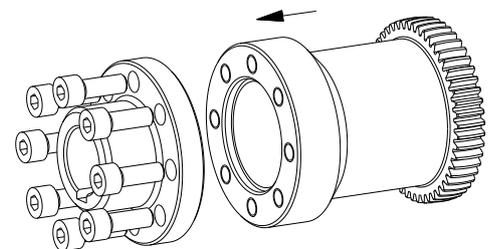

Bild 19: Montage der Nabe
- Setzen Sie die Nabe spez. (Bauteil 3) vor die ZW-Nabe (Bauteil 2) (siehe Bild 19).